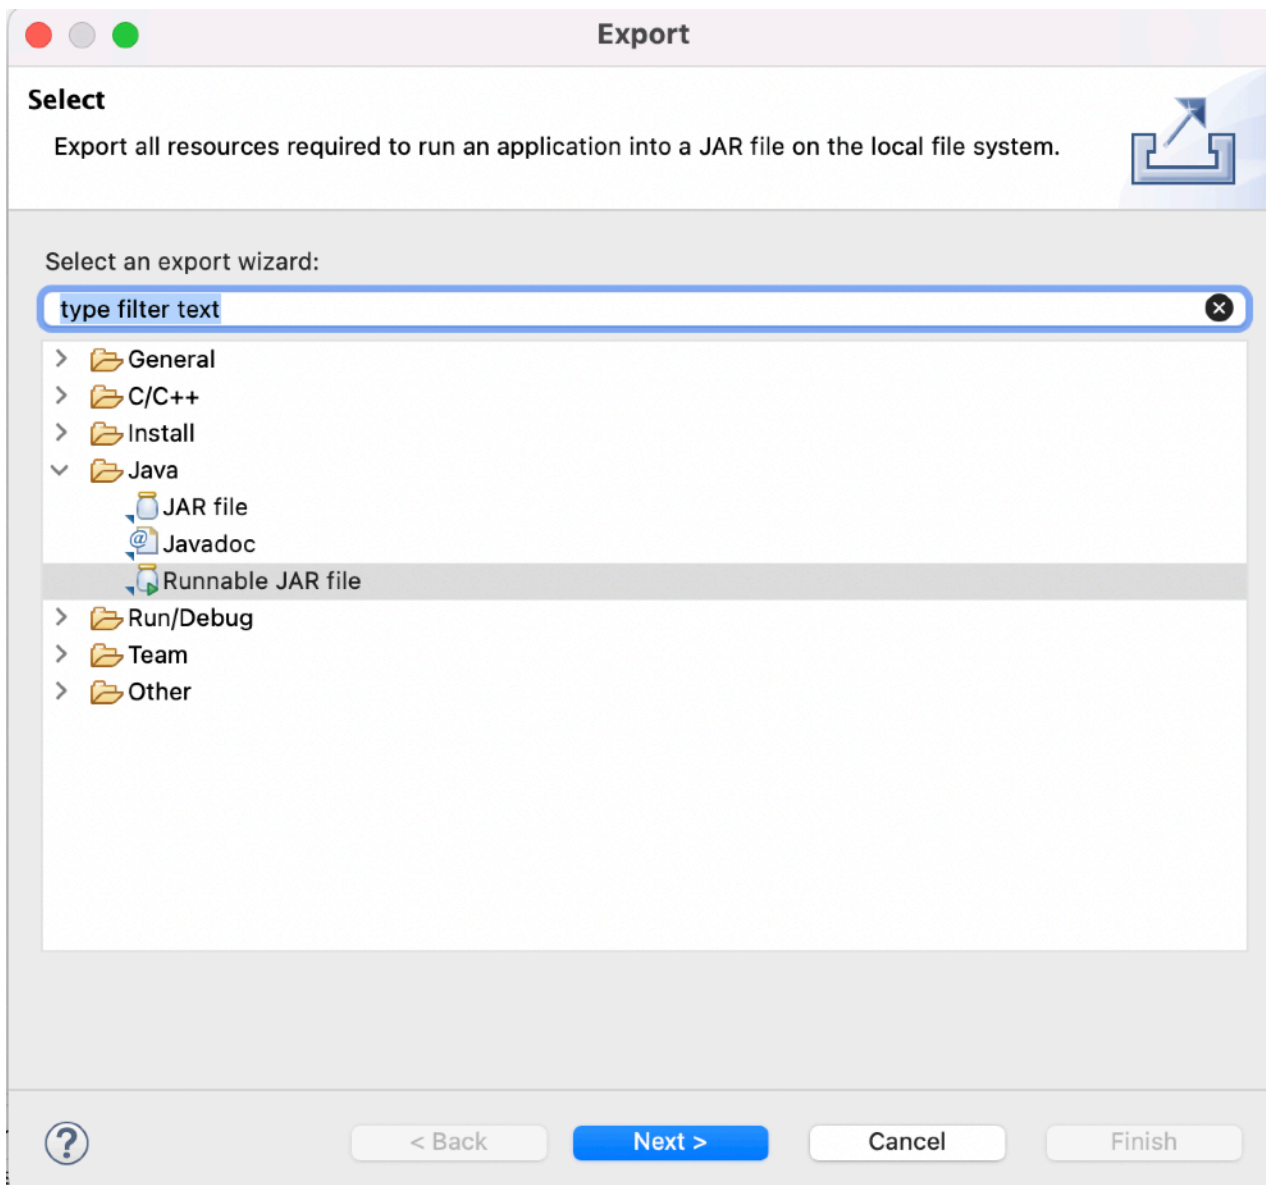

Figura 5.9. Generación del jar ejecutable
- Aparece el menú de la Figura 5.9 en el que se seleccionará “Runnable JAR file” y se designará el nombre con el que queremos que se guarde.